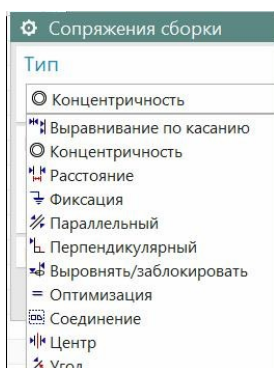
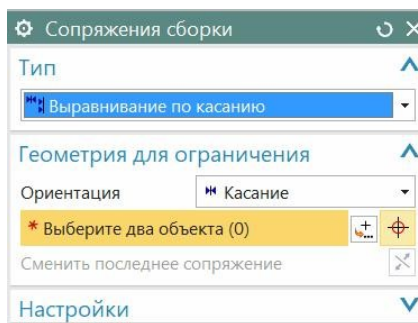
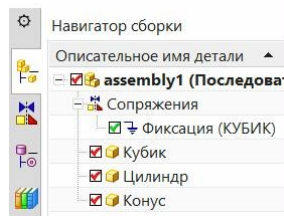

Рис.33
рис.35
Рис.37
- Ограничения сборки** определяют взаимное расположение отдельных деталей в сборочном узле. На рис. 33 перечислены *ограничения сборки*, принятые в системе NX10.0. Как видите, эти ограничения в некотором роде напоминают *геометрические ограничения* в эскизе: *параллельность*, *перпендикулярность*, *соединение*, *фиксация* и др. Но теперь ограничения сборки накладываются не на примитивы эскиза, а на грани, ребра, вершины и оси отдельных деталей сборочного узла.
- В ответ появится соответствующее диалоговое окно рис.35. В поле *Тип* этого окна и перечислены все возможные типы *сопряжений сборки* (рис.33).
- После всех манипуляций и ОК в окне рис.35, в *рабочем поле* около базовой детали появится мало заметное условное обозначение фиксации (знак «*заземления*» синего цвета), а в *навигаторе сборки* появится новый раздел - **Сопряжения** (рис.37). Фактически – это целый раздел *навигатора сборки*, в котором будут перечислены все наложенные *сопряжения сборки*. Именно отсюда можно удалить ненужные сопряжения.